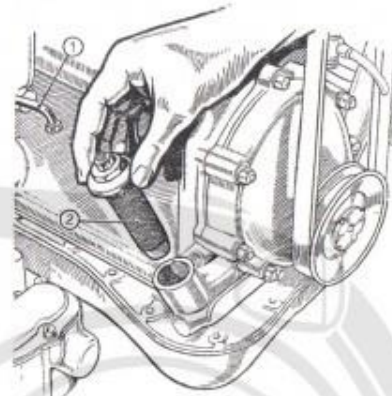

Fig. 21. - Filtro del aceite del motor.
23. — Filtro de aceite de envío: Destornillar el porta-filtro colocado en la parte anterior del carter, previa separación del racord para el manómetro, y lavar la red-cilla-filtro en gasolina o en petróleo (fig. 21).